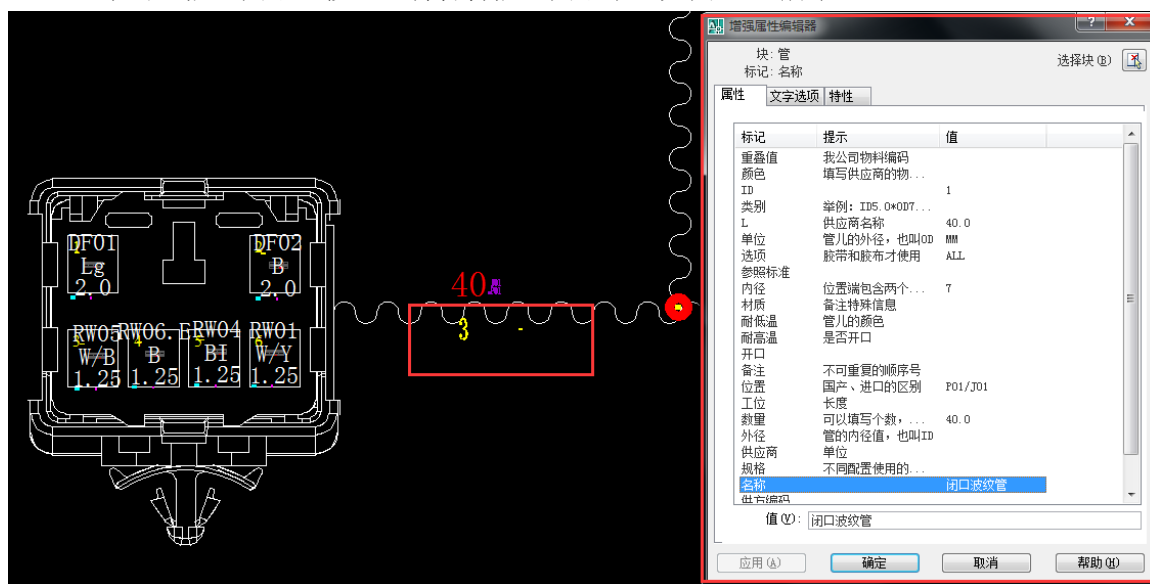

图 1-25
5. 单击【插入图纸】按钮，将管材插入图纸中。如图 1-25 所示。